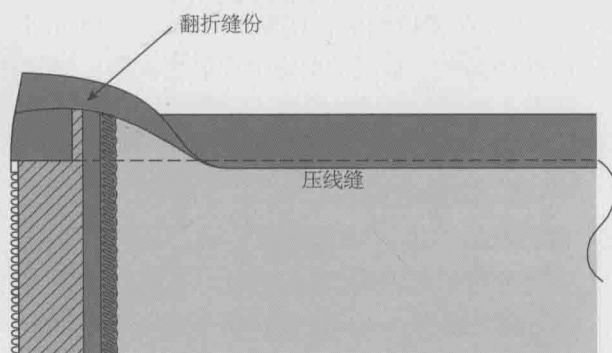
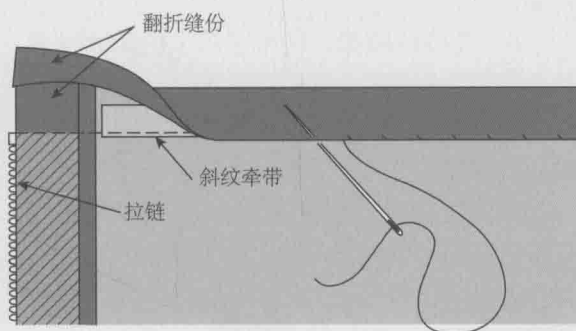

图1.6C 漏落针车缝滚条
图 1.6B 斜丝缕滚条绺针
7. 用下面任何一种方法将腰身上片与下片缝合到一起: 用手工暗针线缝(见图1.6B)、漏落缝(见图1.6C)、明线车缝(见图1.4C)、止口线车缝(见图1.16)。
7. 在腰线处用手工针将滚条绺在腰线上(见图1.6B), 或者在服装正面以漏落针车缝腰带(见图1.6C)。